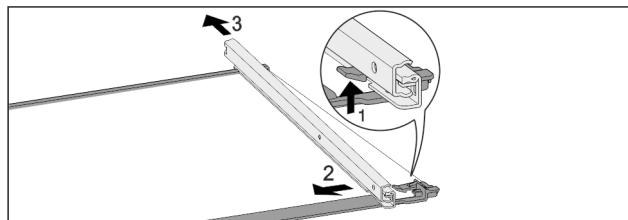

Fig. 139 Стеклянная пластина с направляющими
- Отожмите передний стопорный крючок вверх. Fig. 139 (1)
- Сдвиньте выдвижную направляющую в сторону Fig. 139 (2) и назад Fig. 139 (3).